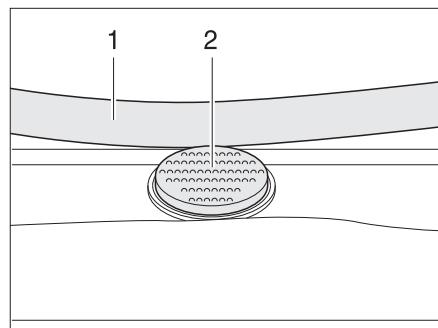

Fig. 43 Bottone di sicurezza sull'oblò Heki
- Premere il bottone di sicurezza (Fig. 43,2) e tirare verso il basso la staffa (Fig. 43,1) con entrambe le mani.
- Premere la staffa verso l'alto con ambedue le mani, finché la staffa non poggia al di sopra del bottone di sicurezza (Fig. 43,2).